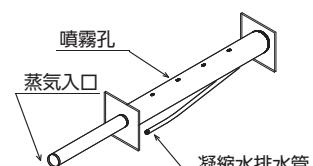

図3-18 蒸気加湿管
- ・口径の異なるステンレス製の管を内外2重に組んだ構造となっています。（図3-18参照）